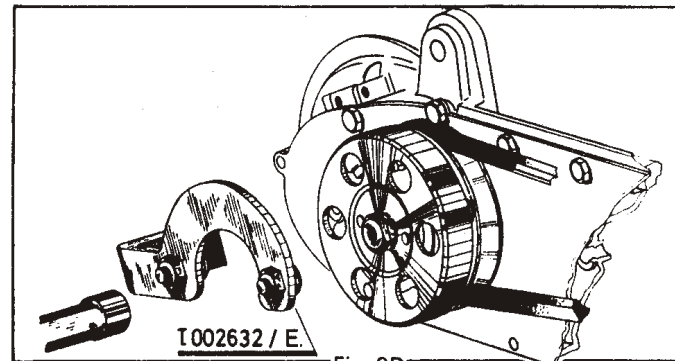

Fig. 9D
Para desmontar la polea móvil usar el útil T.005303/E, actuando sobre la palomilla (1), se hará presión sobre el muelle y se podrá desmontar el anillo de seguridad (2) quedando así el conjunto libre (figs. 9D y 10D).